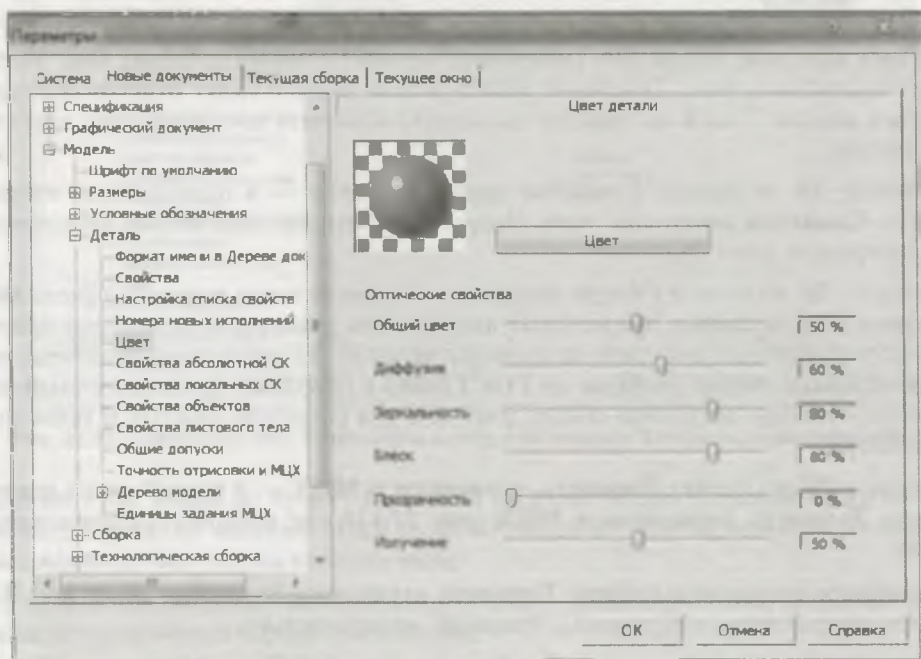

Рис. 27.12. Диалоговое окно Параметры с открытой панелью Цвет детали
- ◆ щелкните ЛК по пункту **Цвет**. В правой части на панели **Цвет детали** (рис. 27.12) можно изменить цвет (кнопка **Цвет**) и оптические свойства поверхности модели.